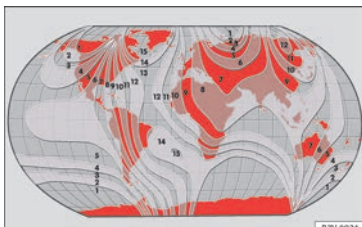

Abb. 118 Kompasszonen.
- Kompasszone entsprechend dem aktuellen Standort auswählen » **Abb. 118**.